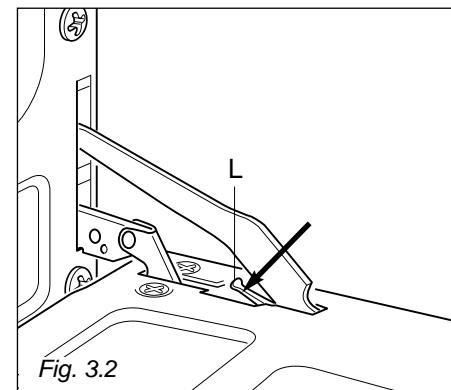

Fig. 3.2
- Presione la palanca "L" (fig. 3.2) y manteniéndola en esta posición, cierre lentamente la puerta para bloquear la bisagra.